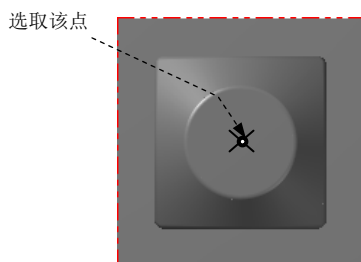
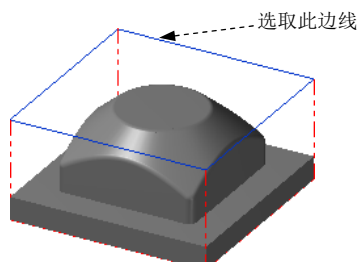
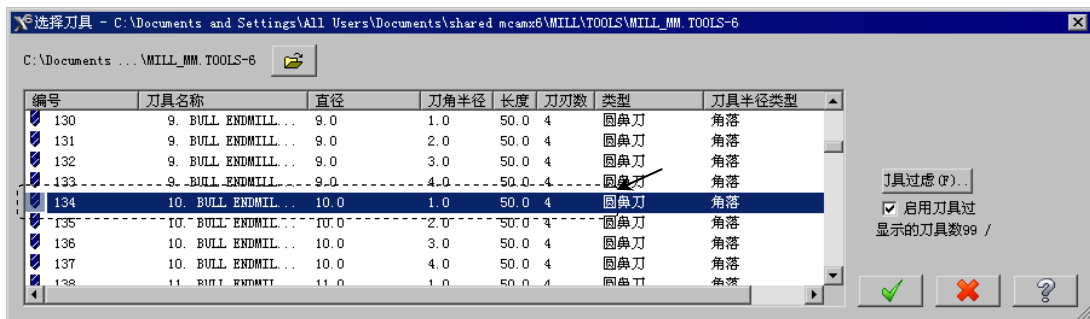

图 6.4 定义基准点
图 6.5 绘制矩形边界
图 6.7 “选择刀具”对话框
Step1. 绘制矩形边界。单击顶视图按钮，选择下拉菜单绘图(C) → 矩形(R)...命令，系统弹出“矩形”工具栏，在“矩形”工具栏中确认按钮被按下，选取图 6.4 所示的坐标原点，然后在后的文本框中输入值 130，在后的文本框中输入值 130，按 Enter 键。单击按钮，完成矩形边界的绘制，结果如图 6.5 所示。
(2) 设置加工边界。在 **Containment boundary** 区域中单击 按钮，系统弹出“串连选项”对话框。在图形区中选取图 6.5 所绘制的边线。单击 按钮，系统返回至“刀具路径的曲面选取”对话框。
(3) 单击 按钮，完成加工区域的设置，同时系统弹出“曲面粗加工挖槽”对话框。
Step5. 选择刀具。在“曲面粗加工挖槽”对话框中单击 **选择刀库** 按钮，系统弹出“选择刀具”对话框，在该对话框的列表框中选取图 6.7 所示的刀具。单击 按钮，关闭“选择刀具”对话框，系统返回至“曲面粗加工挖槽”对话框。